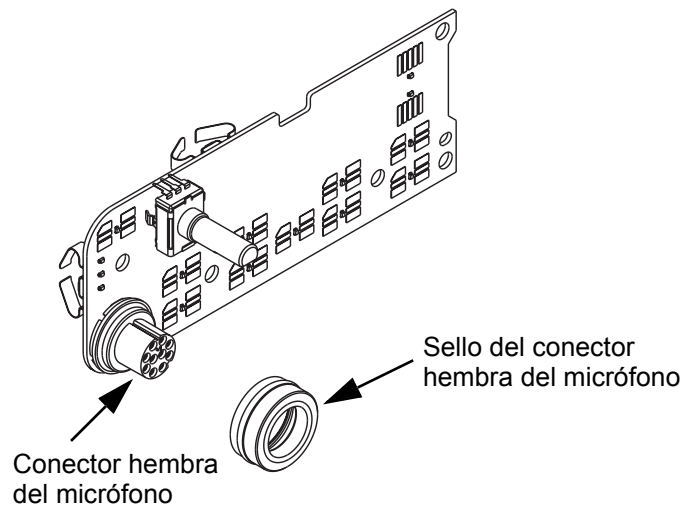

Figura 5-22 Montaje del sello del conector hembra del micrófono
- a. Monte el sello del conector hembra del micrófono alrededor del conector, como se muestra en la Figura 5-22.